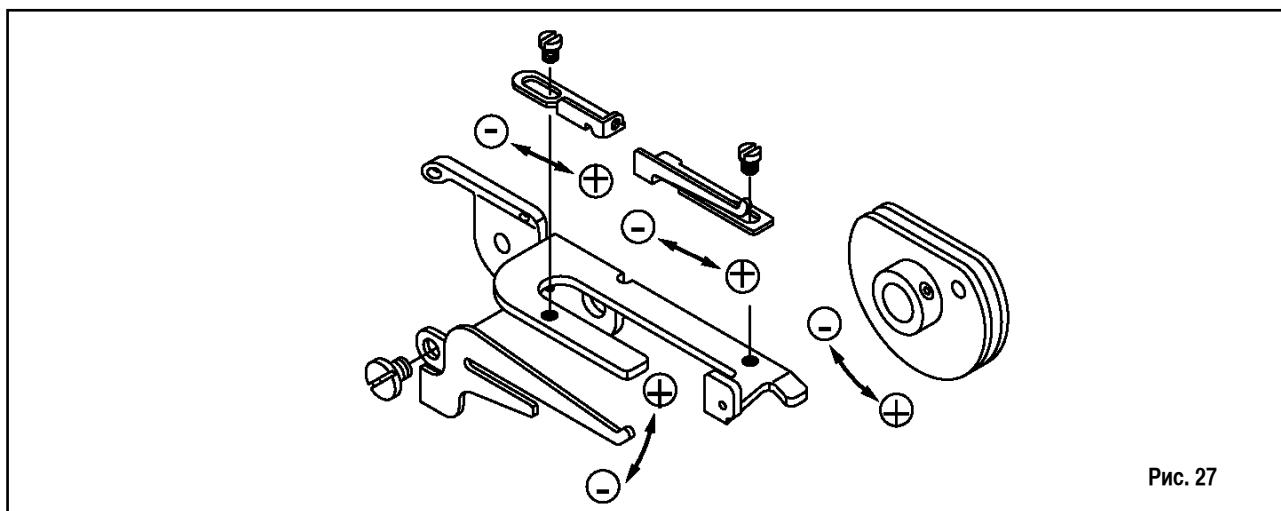

Рис. 27
4. Регулировка кулачка для выполнения однониточного цепного стежка (Рис. 27)